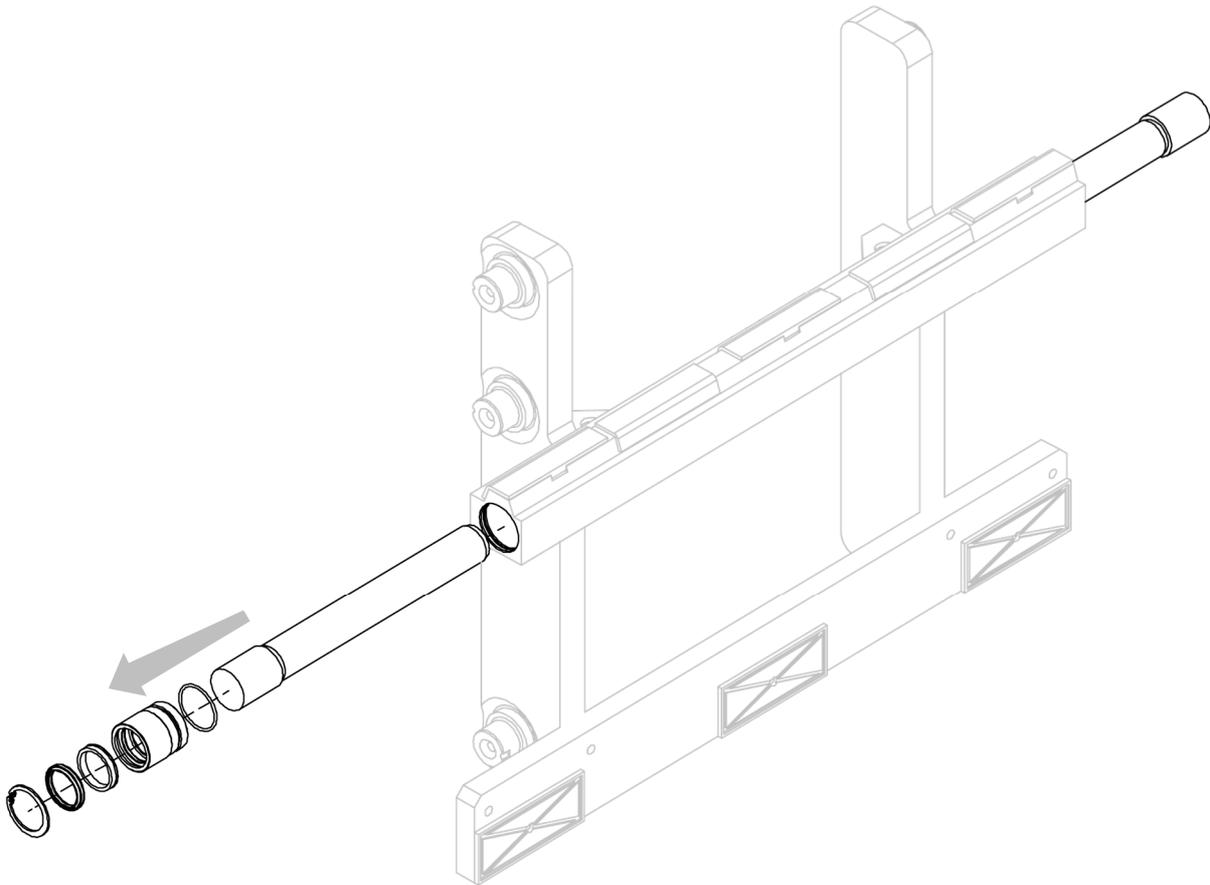

Figure 33
7. Prendre comme référence la *Figure 33*.